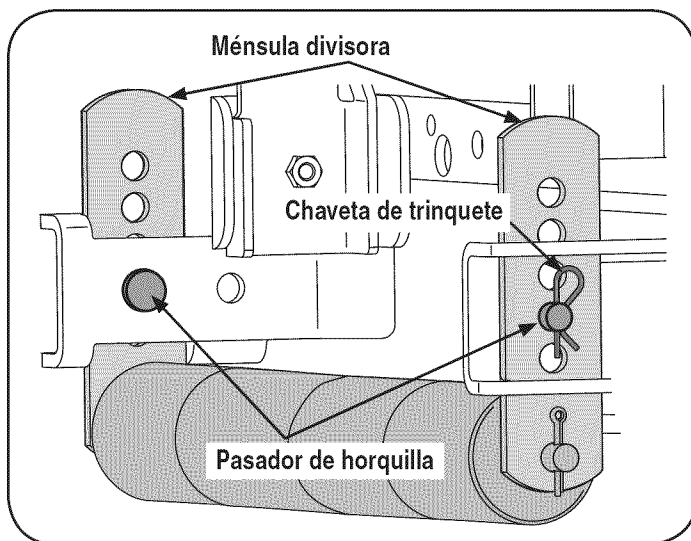

Figura 25
1. Mientras sostiene el montaje de los rodillos, extraiga el trinquete y retire el pasador de horquilla de la ménsula divisora tanto derecha como izquierda. Vea la Figura 25.
3. Alinee los orificios más cercanos de la ménsula divisora con los orificios de las ménsulas de montaje de la plataforma. Inserte el pasador de horquilla por las ménsulas de la plataforma y las ménsulas divisoras y sujételas con los trinquetes. Vea la Figura 25.